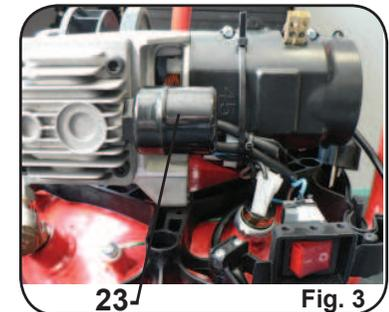

Fig. 3
- le filtre à air d'aspiration est bouché (**Rep. 23, Fig. 3**).